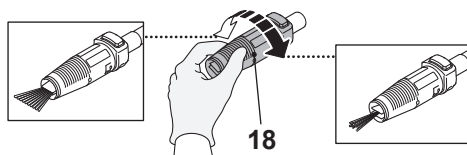

Fig. 9
2. Gire o bico vario para ajustar o jato de água de acordo com a superfície a ser limpa (Fig. 9).